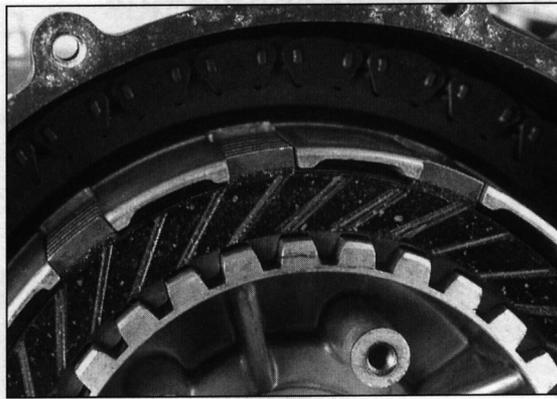

Bild 163
- Belagscheiben sind mit Nuten versehen. Scheiben so einlegen, dass Nuten nach rechts weisen (Bild 163).